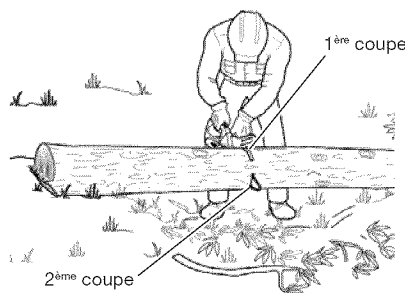

Figure 19 - Tronçonnage d'une bille lorsque la bille est soutenue des deux côtés
1. Effectuez la première coupe au-dessus de la bille (voir figure 19). Effectuez une entaille sur environ un tiers du diamètre de la bille. Cette coupe permettra d'éviter que le bois ne se fende.